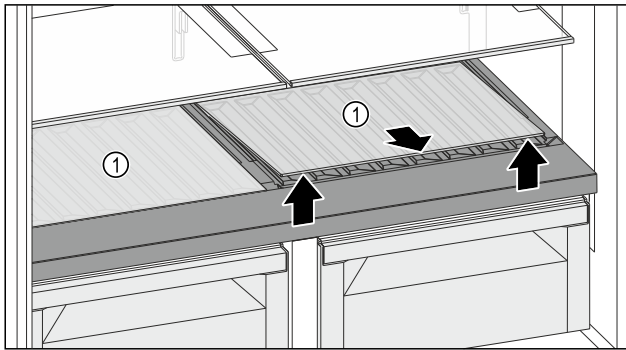

Fig. 128
- ▶ Eine Glasplatte oder beide Glasplatten Fig. 128 (1) an der Aussparung vorne anheben und herausnehmen.
- ▶ Glasplatte(n) Fig. 128 (1) außerhalb des Geräts sicher aufbewahren.